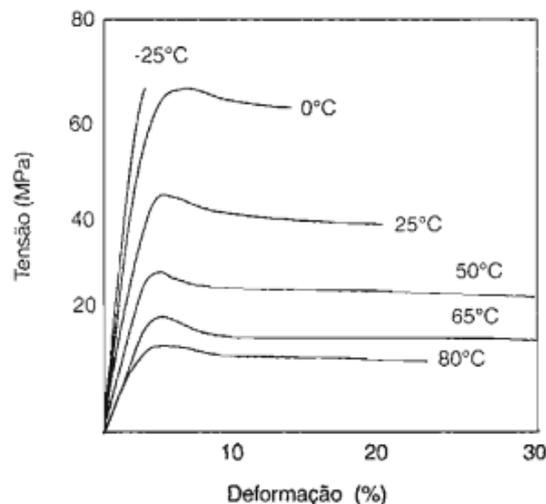

Figura 2 - Curvas tensão-deformação para o acetato de celulose em várias temperaturas.
5. Suponha que você recebeu os resultados de ensaios de tensão-deformação realizados para uma amostra de acetato de celulose obtidas à várias temperaturas como representado na Figura 2. Quais informações podem ser obtidas a partir da análise dessas curvas? Justifique.